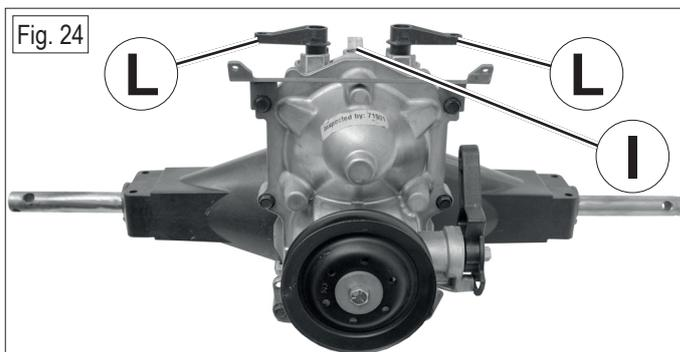

Fig. 25
6. Dévissez les six vis (fig.25/M) et ouvrez l'essieu;
10. Serrez toutes les vis du couvercle (fig. 25/M);